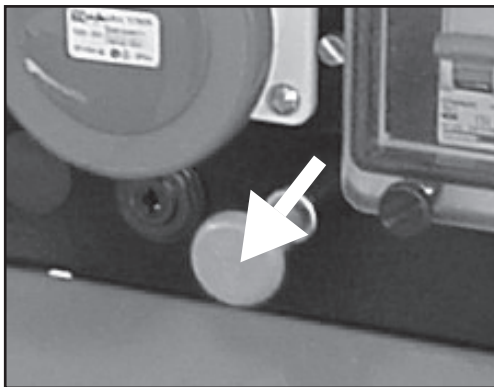

Fig. 8
3) Version P9000 – WP230: dra i kontrollen som sitter på kontrollpanelen (se fig. 8); vänta tills motorn är helt avstängd; vrid nyckeln till läge „OFF“.